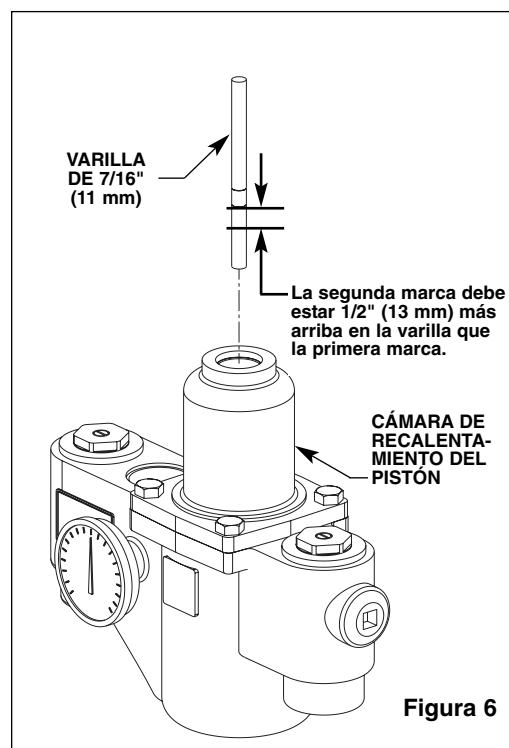

Figura 6
2. Inserte una varilla de 7/16" (11 mm) de diámetro dentro de la válvula y dentro la cámara de recalentamiento del pistón. Marque la longitud de la varilla dentro de la válvula (vea Figura 6).
3. Empuje la varilla hasta cuando el pistón se detenga y marque la nueva longitud [la nueva longitud debe ser aproximadamente 1/2" (13 mm) más larga que la longitud original] (vea Figura 6). Si la longitud no es la adecuada, el pistón no se está moviendo con libertad y necesita limpiarlo al igual que la camisa del pistón. Para limpiar el pistón y la camisa, siga los pasos a continuación: